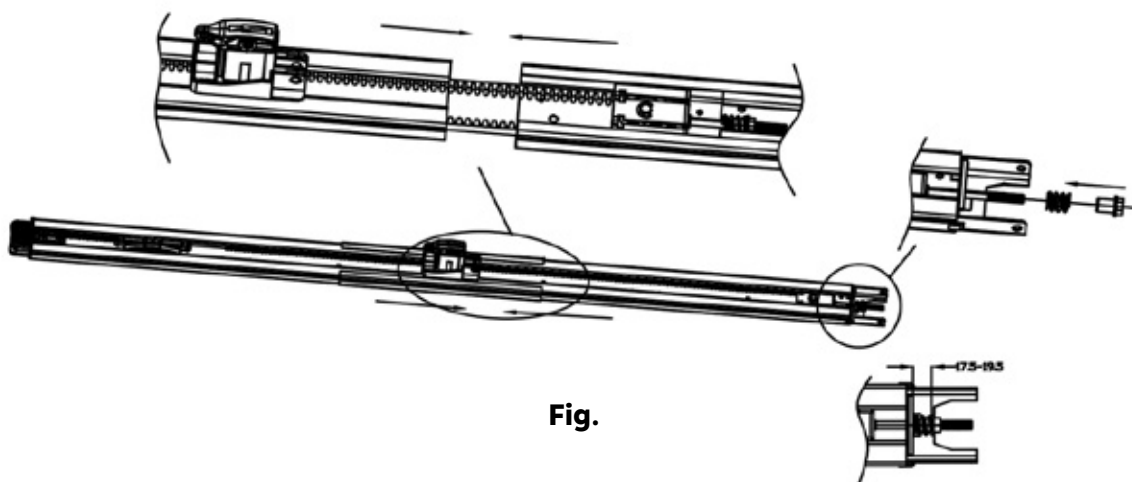

Fig. 3
•**Comme indiqué sur la Fig. 3, assemblez les deux éléments de rail avec la gaine, puis serrez l'écrou à l'endroit approprié comme illustré**.